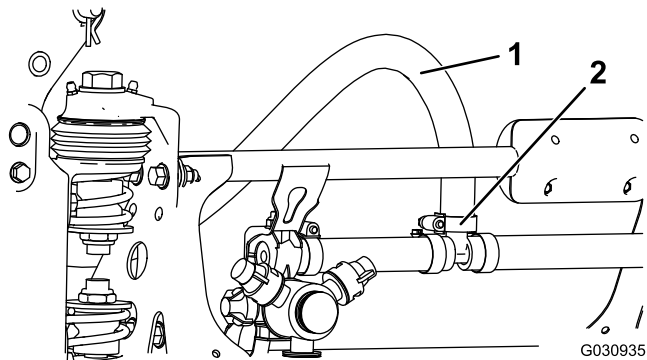

Рисунок 2
- Ослабьте шланговые хомуты двух шлангов, подсоединенных к левой и правой стрелам, и снимите шланги (Рисунок 2).